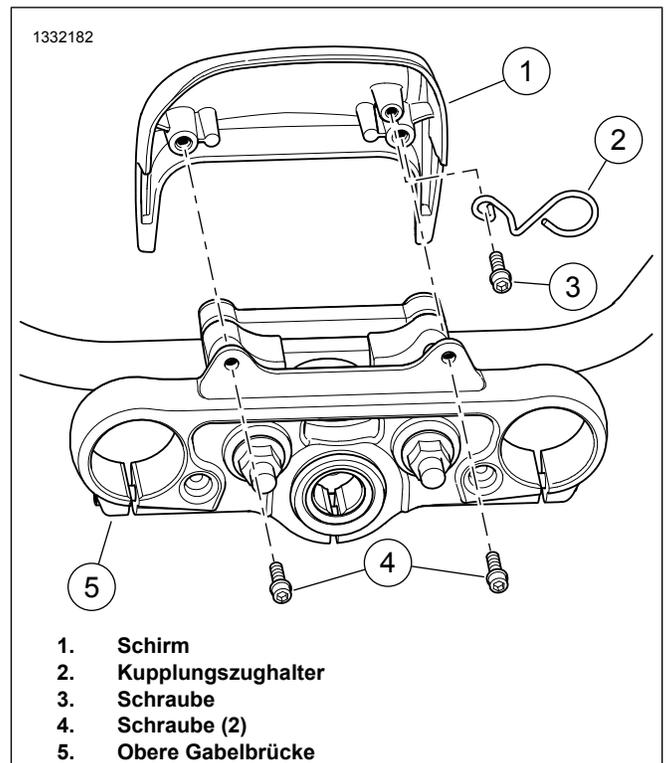

Abbildung 3. FXLR-Schirm
1. Abbildung 3 Die Schrauben (4) von der oberen Gabelbrücke (5) entfernen.
2. Den Schirm (1) abnehmen.
3. Schraube (3) und Original-Kupplungszughalter entfernen.
4. Den Kupplungszughalter (2) aus dem Satz anbringen.
5. Die Schraube (3) anbringen. Festziehen.